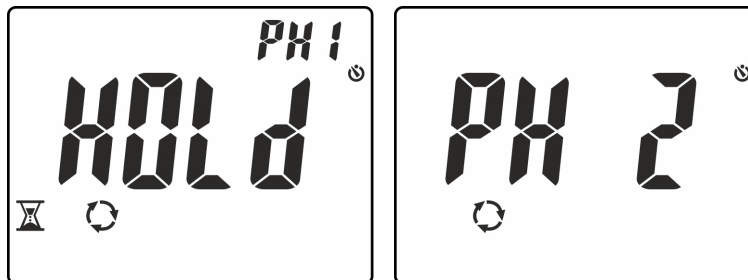

Fig. 12: Reconnaissance de la phase L1 et attente de la phase L2.
4. Dans des conditions correctes de tension et de fréquence, l'instrument affiche le message «**HOLD**», les symboles ⏸ et «PH1» et il émet un son continu dans l'attente de la reconnaissance d'une valeur stable de tension sur la phase L1 (voir Fig. 12 – à gauche)
5. **Ne pas retirer l'embout de la phase L1** jusqu'à ce que le message «**PH 2**» clignote à l'écran (voir Fig. 12 – à droite)